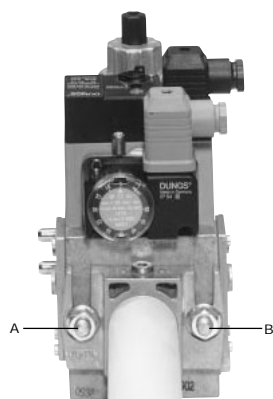
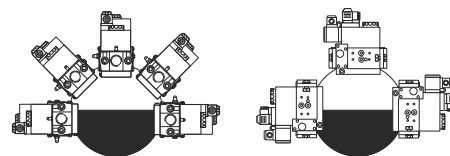

Рис. 4
Рис. 7
- 4 согласно ссылке, данной на Рис. 4, закрепить фланец к шпилькам котла с помощью гаек **D**, не затягивая их полностью;
3. Затянуть винты А, В, С и D (Рис. 4 - Рис. 5), (Рис. 7), соблюдая дистанции монтажа (Рис. 7);